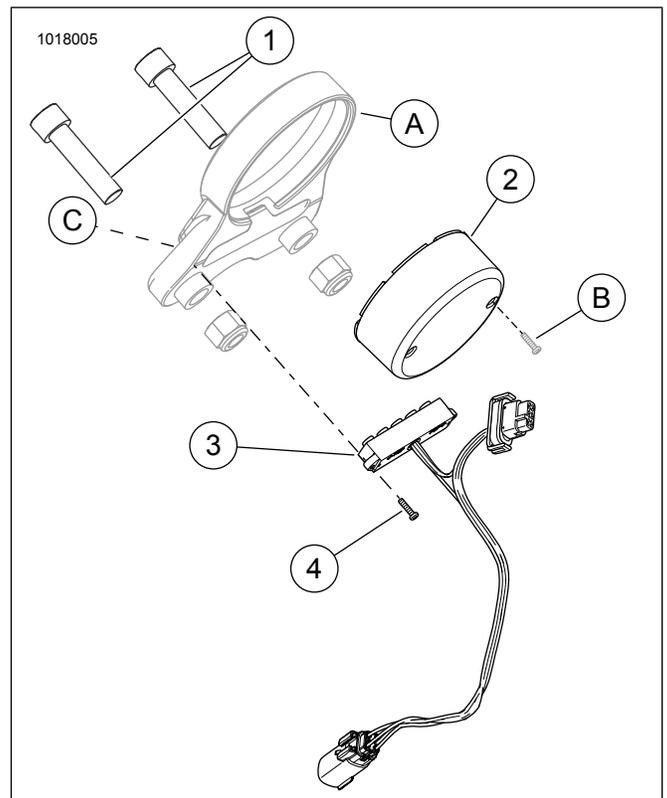

Abbildung 4. Zusätzlich benötigte Teile: XL1200C ab 2014
1. Siehe Abbildung 4 und Tabelle 4. Für diese Anwendung müssen aufgelistete zusätzliche Teile separat gekauft werden.
3. **Neue** Kontrollleuchte und Kabelbaum verbinden (4).
4. Kontrollleuchte (3) und Einfassung (C) mit **neuen** Schrauben (4) im neuer Tachometerhalterung einbauen.
- a. Schutzfolie von der **neuen** Einfassung entfernen (C).
- b. Einfassung von innen an der Tachometerhalterung anbringen (A).
- c. **Neue** Kontrollleuchtenbaugruppe (3) und Einfassung mit **neuen** Schrauben (4) festziehen.